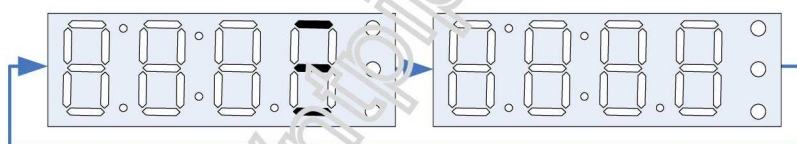

Рис. 13
2.3.7 Продолжительность режима «Самоконтроль» составляет не более 3 минут. В процессе прохождения режима «Самоконтроль» периодически загораются три сегмента младшего разряда индикатора, как показано на Рис. 13.